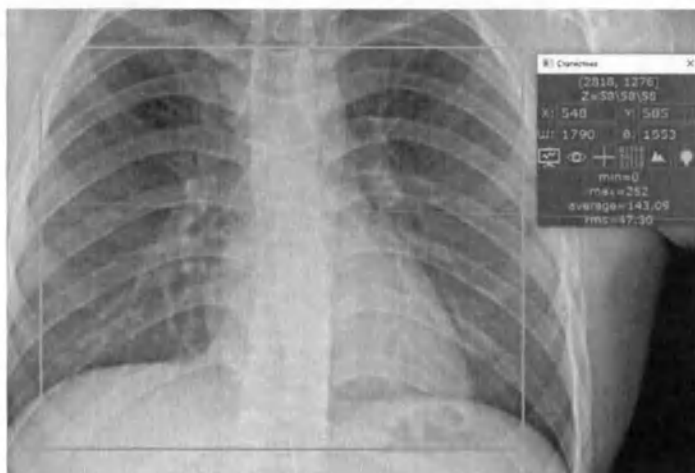

Рис. 98 Внешний вид окна "Статистика"
- На экране отобразится окно «Статистика» отобразятся значения координат и яркости (Рис. 98 Внешний вид окна "Статистика")